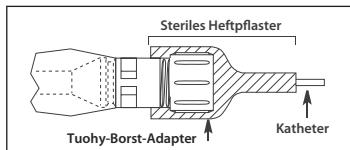

Abbildung 5
- Das Ende des Katheter-Kontaminationschutzes mit dem Tuohy-Borst-Adapter sollte mit sterilem Heftpflaster gesichert werden, um Bewegungen des Katheters zu hemmen (siehe Abbildung 5).